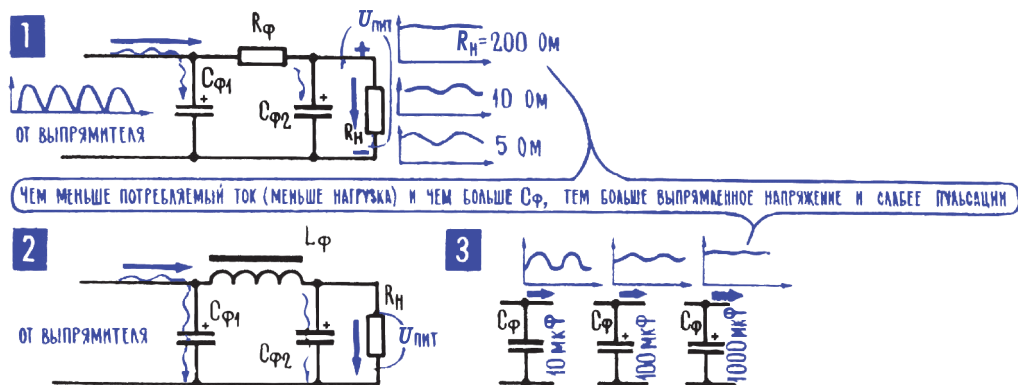

Рис. 17.3. Сглаживание пульсаций выпрямленного напряжения
6. Фильтр выпрямителя сглаживает пульсации и, кроме того, влияет на величину выпрямленного напряжения. Чтобы отвести от нагрузки переменную составляющую, сгладить пульсации напряжения, которое подводится к нагрузке, после диодов включают фильтр, обычно из одного конденсатора (рис. 17.3; 1, 3), реже из конденсаторов и дросселя (рис. 17.3; 2). Резистор R_{ϕ} на рис. 17.1; 3 представляет выходное сопротивление выпрямителя; вместе с C_{ϕ} он образует RC-фильтр. Элементы фильтра выбирают исходя из известных соотношений: чем больше емкость конденсаторов C_{ϕ} , тем лучше, тем большая часть переменных составляющих замыкает через них и меньшая часть идет в нагрузку. Чем больше выходное сопротивление выпрямителя R_{ϕ} , тем труднее переменным составляющим пробраться в нагрузку, но тем большая часть постоянного напряжения на нем теряется. Поэтому в фильтрах ставят электролитические конденсаторы большой емкости⁹.
Нет смысла весь выпрямленный ток фильтровать с одинаковой тщательностью. В качестве примера потребителя, для которого требования к сглаживанию пульсаций можно снизить, можно привести мощный усилитель НЧ – коллекторную цепь его выходного каскада может питать напряжение с пульсациями 1–2 % (от уровня постоянного напряжения), а на предварительные каскады нужно подавать напряжение, у которого пульсации не превышают 0,01–0,05 %. Это легко объясняется: пульсации, попавшие в первые каскады, в дальнейшем усиливаются. В этих случаях устанавливают дополнительные сглаживающие конденсаторы, в особо ответственных случаях отделяя их от основного фильтра дросселем (рис. 17.3; 2). Кстати, плохая фильтрация питающего напряжения в усилителях НЧ проявляется в виде фона с частотой 50 или 100 Гц в зависимости от схемы выпрямителя.
Примечание редактора. Следует отметить, что никакое, сколь угодно большое увеличение емкости конденсатора в схеме по рис. 17.3; 1 не позволяет убрать пульсации выходного напряжения выпрямителя полностью. Нередко при высоких требованиях к качеству питания последовательно с нагрузкой в основном фильтре ставят дроссели (как на рис. 17.3; 2). Это позволяет снизить емкость (и, следовательно, габариты) конденсатора при сохранении приемлемого уровня пульсаций. Однако по-настоящему хорошее сглаживание пульсаций достигается только в схемах стабилизаторов с активными элементами с обратной связью (транзисторами со стабилитронами, как описано далее в разделе 8, или интегральными стабилизаторами).
нагрузке. Импульсы тока через диод выпрямителя заряжают конденсатор C_{ϕ} и потом он постепенно разряжается через нагрузку $R_{н}$. Чем больше емкость конденсатора, тем медленнее он разряжается и тем большее среднее напряжение на нем (рис. 17.3; 3). Чем меньше сопротивление $R_{н}$, тем быстрее разряжается конденсатор, тем меньше выпрямленное напряжение и выше уровень пульсаций. Отсюда практический вывод: чем меньше сопротивление нагрузки $R_{н}$, то есть чем больше потребляемый от выпрямителя ток, тем больше должна быть емкость конденсатора фильтра C_{ϕ} . И еще: выпрямленное напряжение определяется не только подводимым к выпрямителю переменным напряжением, но также потребляемым током и емкостью конденсатора фильтра C_{ϕ} : чем меньше этот ток и чем больше C_{ϕ} , тем больше выпрямленное напряжение (рис. 17.3; 3).
¹⁰ Для простейших схем по типу рис. 17.3; 1 выпрямленное напряжение на выходе можно полагать равным амплитудному значению минус примерно 3–4 В, в зависимости от тока. Поэтому для выпрямителей на напряжение 9–10 В это утверждение будет справедливым, для меньших напряжений потери будут выше, а для более высоких – ниже.